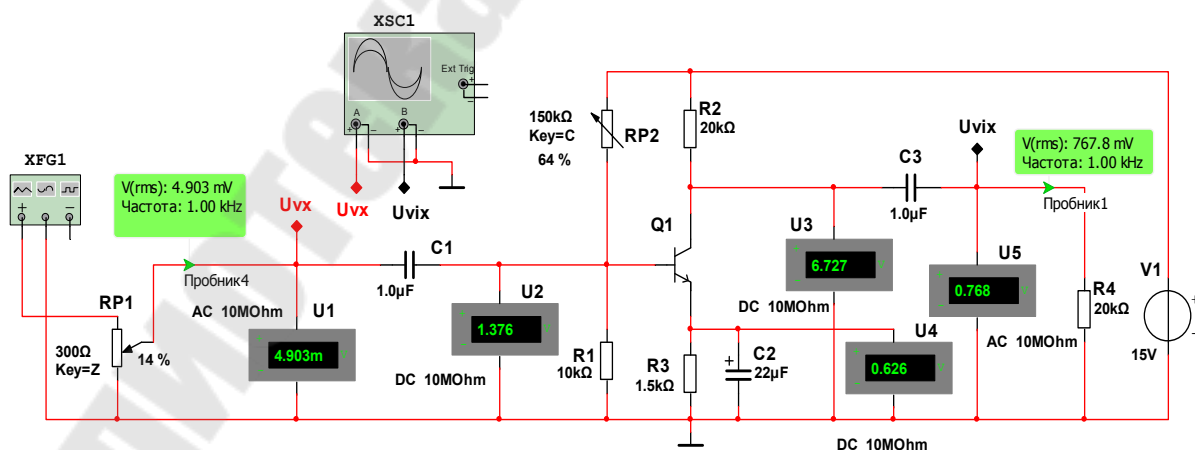

Рис. 2.1. Усилительный каскад на биполярном транзисторе, включенном по схеме с общим эмиттером
1. Собрать схему усилителя напряжения, включив биполярный транзистор по схеме с общим эмиттером (рис. 2.1).
На рис. 2.1 обозначено: V1 – источник постоянного напряжения; RP1 – потенциометр для регулировки входного напряжения; Q1 – биполярный транзистор; R1, RP2 – делитель напряжения, задающий режим по постоянному току; R2 – нагрузочное сопротивление в цепи коллектора; R3 – резистор обратной связи; R4 – сопротивление нагрузки; C1, C3 – разделительные конденсаторы; C2 – шунтирующий конденсатор; U1, U5 – вольтметры переменного тока; U2–U4 – вольтметры постоянного тока; XFG1 – функциональный генератор; XSC1 – двухканальный осциллограф.